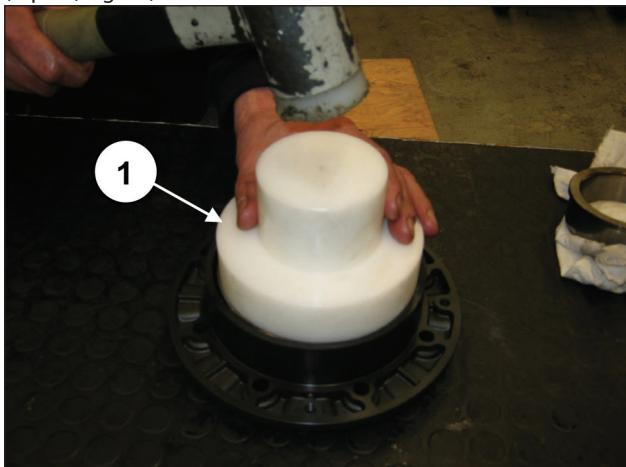
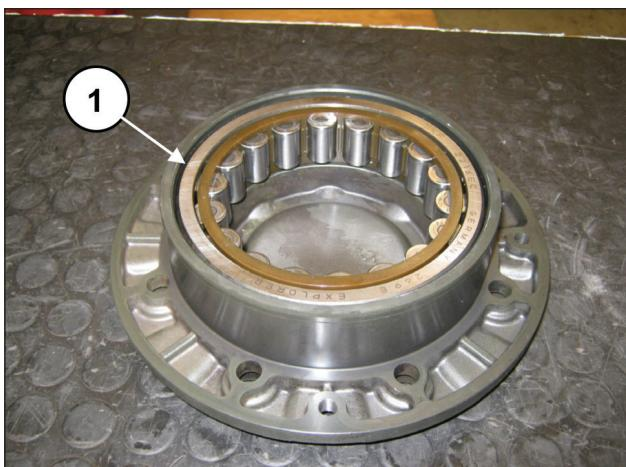

Fig. 57
Fig. 58
Répéter l'opération sur le cache roulement en prémontant la bague extérieure du roulement du vilebrequin à l'aide de l'outil réf. 27605000 (rep. ①, Fig. 57) jusqu'à arriver en butée (rep. ①, Fig. 58).